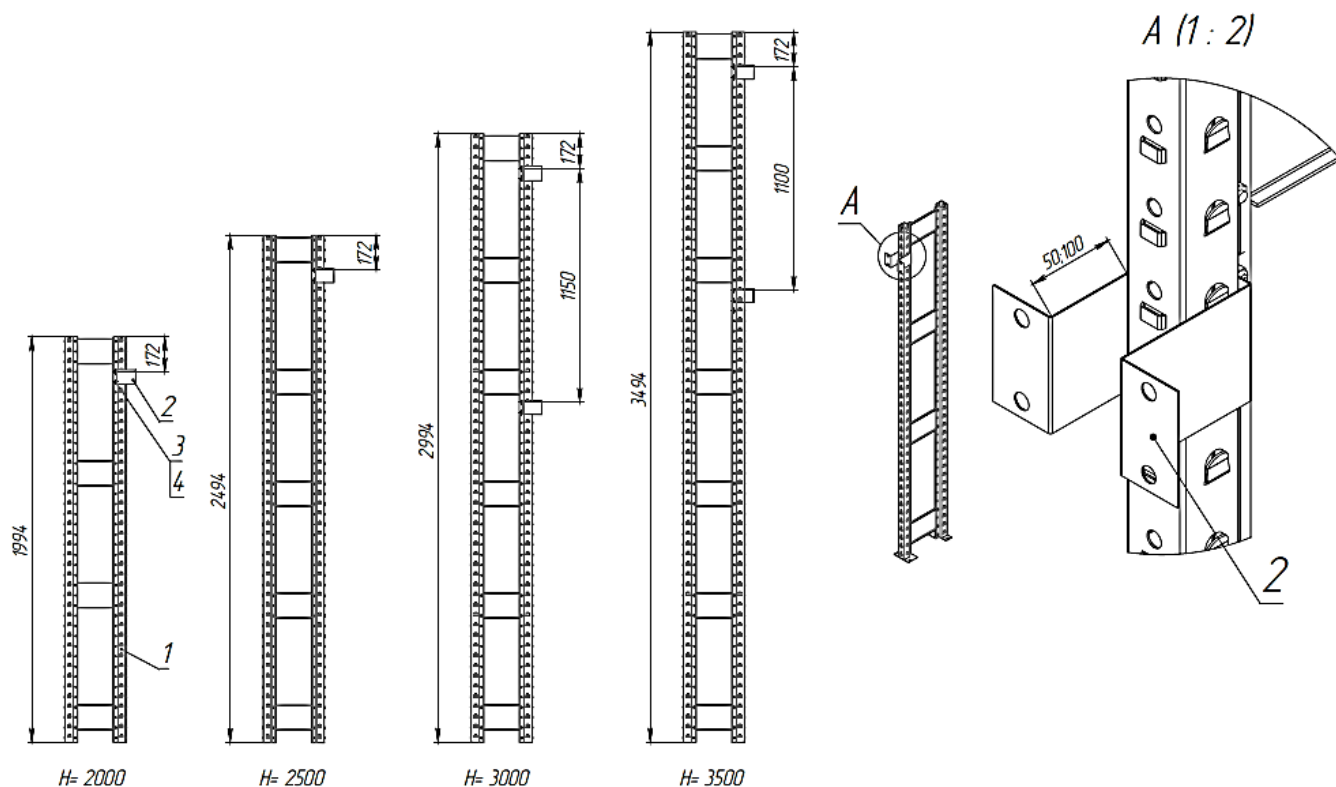

Рис. 5 – Схема установки САМус Профиля пристеночного для рам разной высоты.
- 3.8. Для крепления рамных стоек к стене использовать САМус профиль пристеночный. Комплектация САМус профиля пристеночного в зависимости от высоты рамы согласно табл.3, рис.5. САМус профиль пристеночный не входит в комплектацию стеллажа, заказывается отдельно (дополнительная опция).